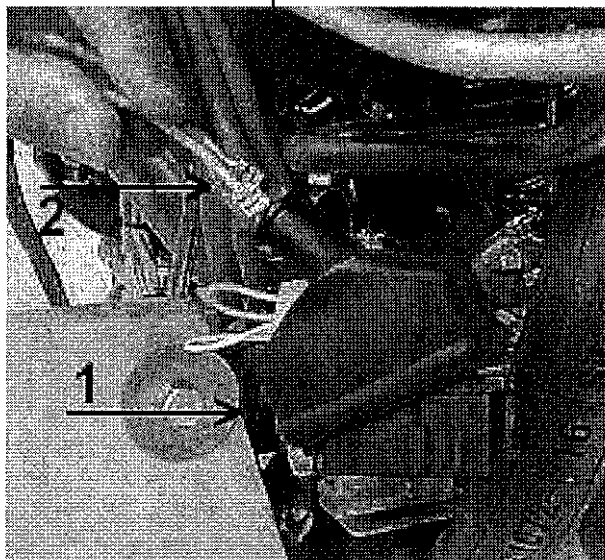

Fig. 12
13i. staccare il connettore dal regolatore di tensione (part. 1 fig. 12)
*13i. disconnect the voltage regulator connector (item 1 fig. 12).*
13j. sfilare dal connettore i due faston in testa al cavo schermato proveniente dal generatore di tensione (part. 2 fig. 12)
13j. extract the two generator cables from the voltage regulator connector (item 2 fig. 12).